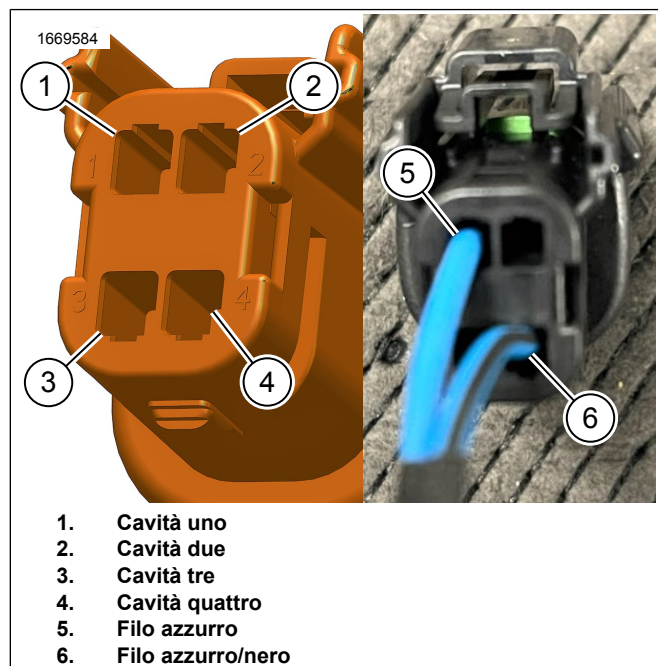

Figura 22. Set di ricablaggio 69203031
1. 1. Vedere la figura 22. Utilizzare un attrezzo speciale per rimuovere i terminali dai connettori.